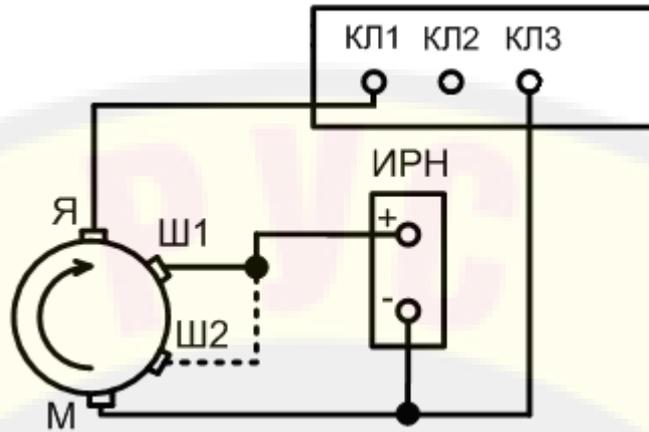

Рисунок 13 Схема подключения генераторов постоянного тока при проверках в режиме без нагрузки и номинального тока.
Соедините ремнем шкив закрепленного генератора со шкивом привода. Натяжным устройством обеспечьте натяжение ремня. Подключите генератор к стенду проводниками из состава принадлежностей, как показано на рис. 13.
- подключите генератор к стенду, как показано на рис. 13а, с помощью проводов на нагрузку около 100А, т.е. сечением 10 мм2;
Рисунок 13а Схема подключения генератора 94.3701 при проверке под нагрузкой